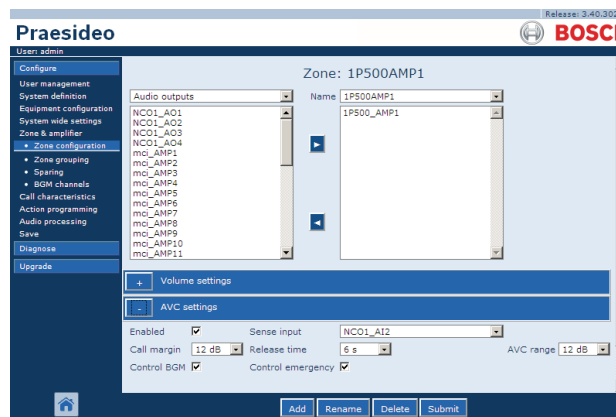

figura 50.1: Ajustes AVC
Las conexiones entre el sistema y los micrófonos de detección pueden estar supervisadas (consulte la sección 44.3.3). Cuando falla el micrófono de detección de una zona, todas las llamadas de la zona se distribuyen al volumen máximo para cumplir con las normas de evacuación. Cuando falla el micrófono de detección de una zona, la atenuación de BGM se establece al rango AVC (véase figura 50.1). Para evitar una supervisión de fallos no deseada, asegúrese de que:
- 1 Vaya a la categoría *AVC settings* de la página *Zone Configuration*. Aparece una pantalla similar a la mostrada en figura 50.1 en el cuadro principal de la interfaz Web.